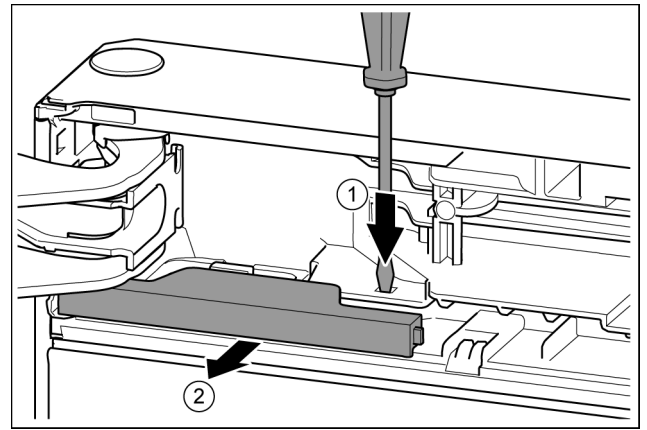

Fig. 11
- ▶ 用带槽螺丝刀按住接片。 Fig. 11 (1)
- ▶ 将盖板从闭锁中拉出。 Fig. 11 (2)